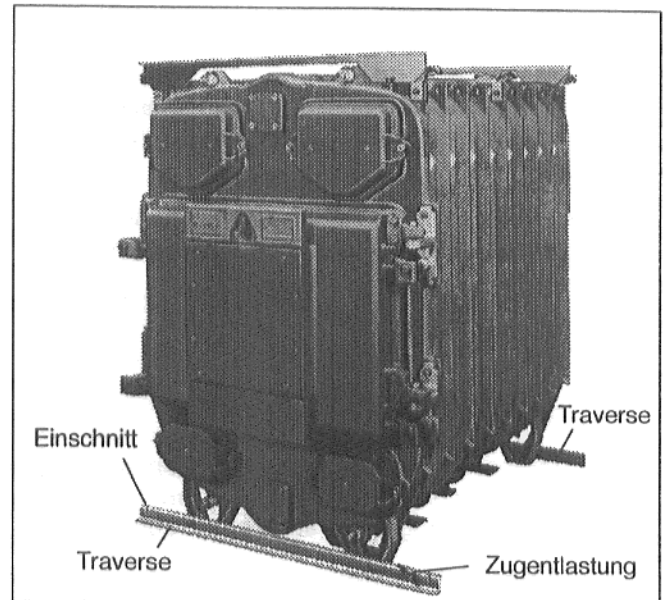

Abb. 36
- Die Traversen unten vorne (mit Zugentlastung für Brennerleitung) und hinten mit Schrauben M 8 x 16 an den Gliedfüßen anschrauben. An der vorderen Traverse muß der lange Schenkel des Z-Profiles nach vorne und der Einschnitt im kurzen Schenkel nach oben zeigen. Die Abkantung der hinteren Traverse muß nach hinten zeigen (Abb. 36).